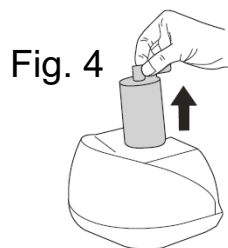
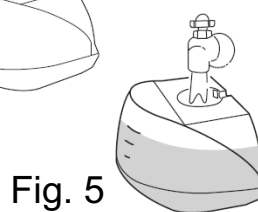

Fig. 4
Fig. 5
- Extraiga el filtro antical **17** (Fig. 4) y llene el depósito de agua sin sobrepasar la marca **“MAX”** (Fig. 5).